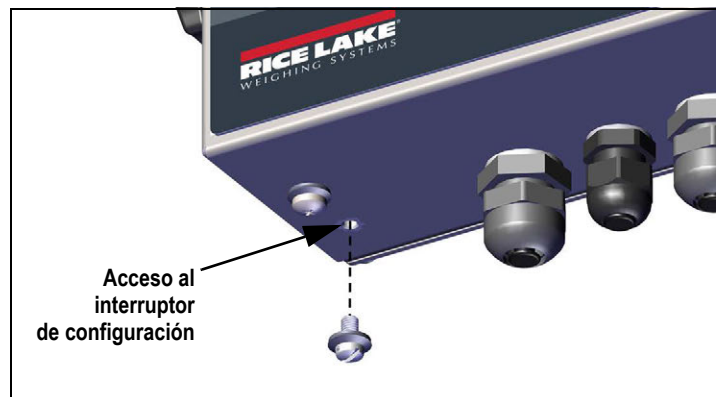

Figura 4-1. Acceso al interruptor de configuración
1. Pulse el interruptor de configuración para acceder al modo de configuración (Figura 4-1 en la página 26). Se muestra **CONF**.